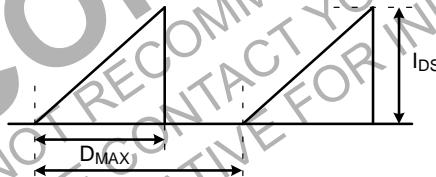

图 4. 重复峰值开关电流
4. 假定感性负载时重复峰值开关电流：受最大占空比 ( $D_{MAX} = 0.73$ ) 和结温的限制 (参见图 4)。